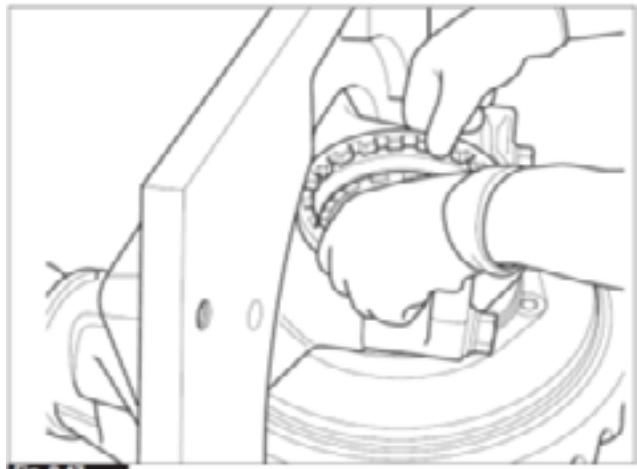
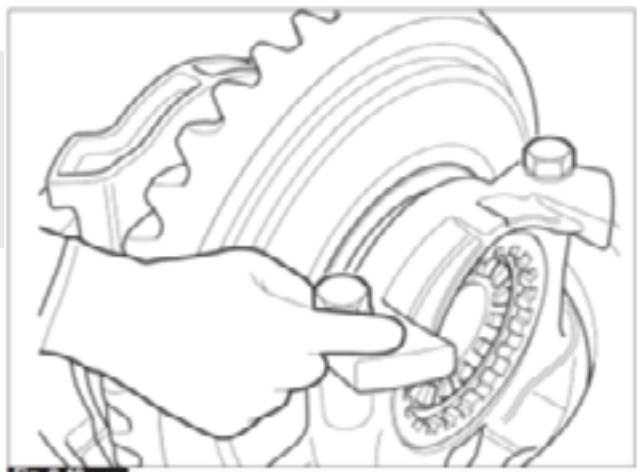

Fig. 2.47
Fig. 2.48
6. Instale a capa do rolamento e o anel de ajuste L.E. (Fig. 2.47) e instale os parafusos e arruelas que prendem a capa do mancal à caixa do diferencial. Aperte os parafusos manualmente de quatro a seis voltas (Fig. 2.48), depois aperte com um pré-torque de 110 -160 N.m (80-120 lbf.pé). Somente após o ajuste da coroa e pinhão, aplique o torque final de 650 – 800 N.m (480 – 590 lbf.pé)